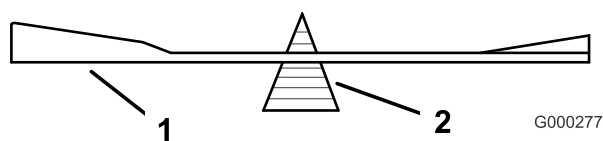

Рисунок 27
2. Проверьте балансировку ножа с помощью балансировочного устройства для ножей (Рисунок 27).